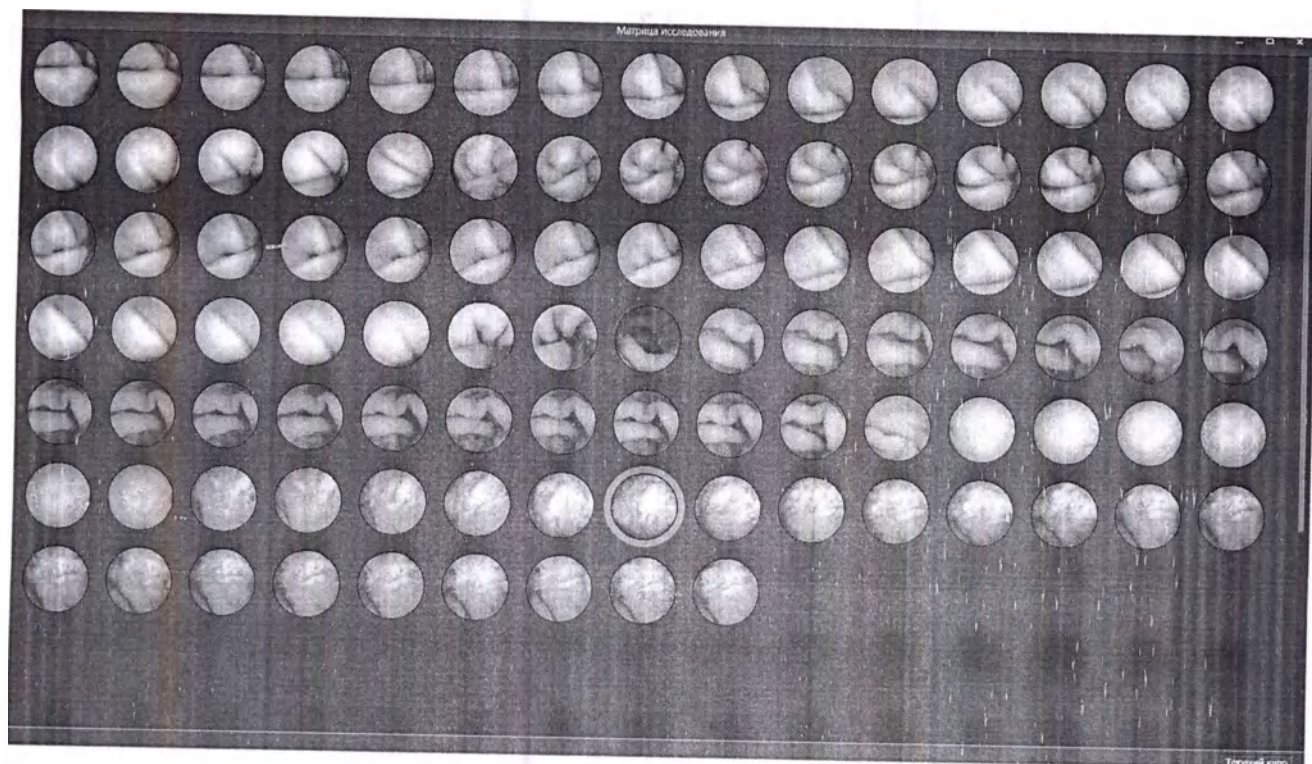

Рисунок 19 – Матрица исследования
14) кнопку  [Матрица исследования], осуществляющую вызов вкладки, отображающей результаты исследования в виде матрицы (рисунок 19). Кнопка расположена в левой части панели управления;